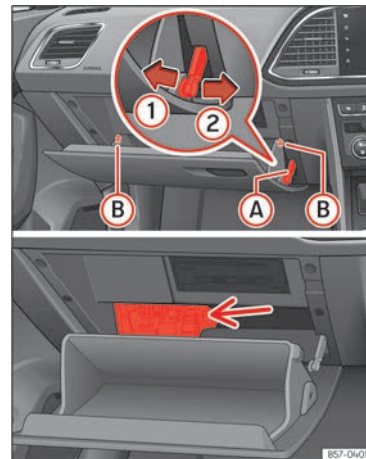

Abb. 201 Rechtslenker: Abdeckung des Sicherungskastens an der Schalttafel, Beifahrerseite.
- Verriegelungstaste »» (Abb. 201) (A) in zwei Schritten ausbauen: Zunächst Verriegelungstaste nach hinten ziehen (Pfeil ①) und danach etwas nach rechts schieben (Pfeil ②). Führung ausbauen, wenn die Abdeckung normal geöffnet ist (30°).
- Seitliche Zapfen (B) freilegen und Abdeckung bis zur zweiten Öffnungsposition entriegeln (60°).